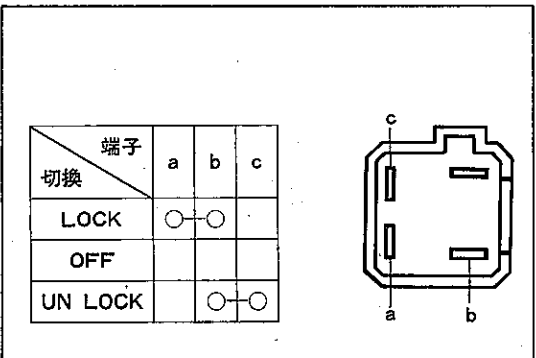

図8-11-3 ドア ロック スイッチ点検
- ①ドア ロック スイッチ各端子間の導通 (図8-11-3参照)